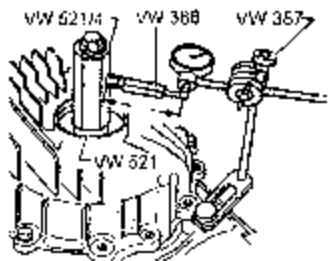

图 7-206 安装测量工具
4) 安装测量工具, 如图 7-206 所示。设置测量杆 VW388 至尺寸 $a=70\text{mm}$ 。旋转冠状齿轮至停止位, 将千分表置 0, 倒转冠状齿轮并且读取齿隙值并记录测量读数。